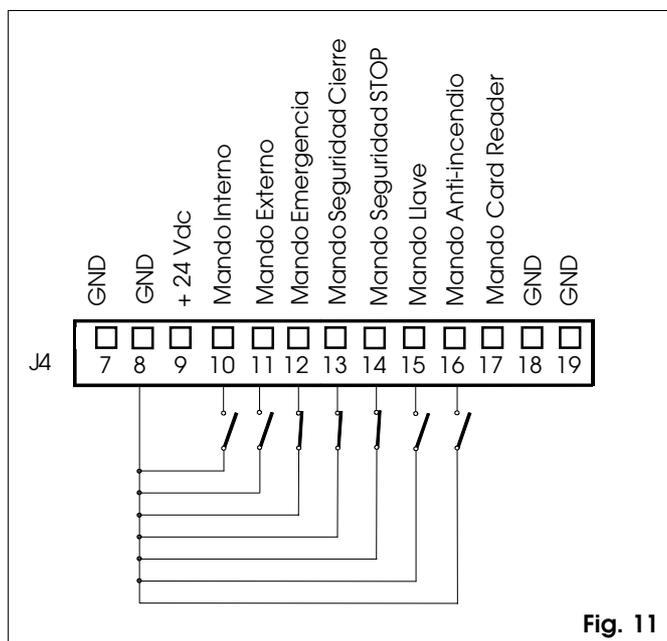

Fig. 11
⑤ **Regleta de bornes J4** Conexión Entradas (fig.11, 12 y 16)
NOCHE: El mando externo es inactivo. La apertura de la puerta sólo puede mandarse activando el mando Llave (fig. 11) o la entrada de EMERGENCIA (fig. 11).